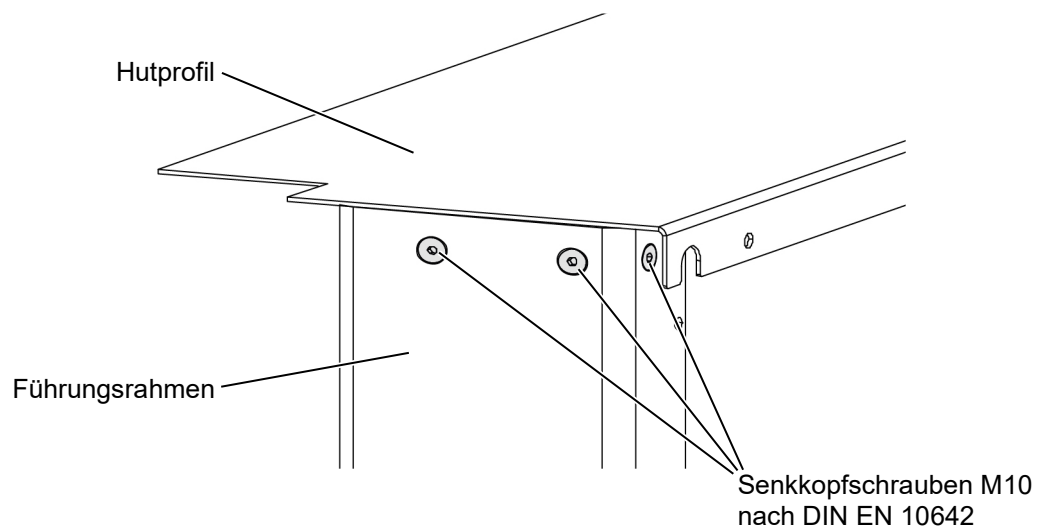
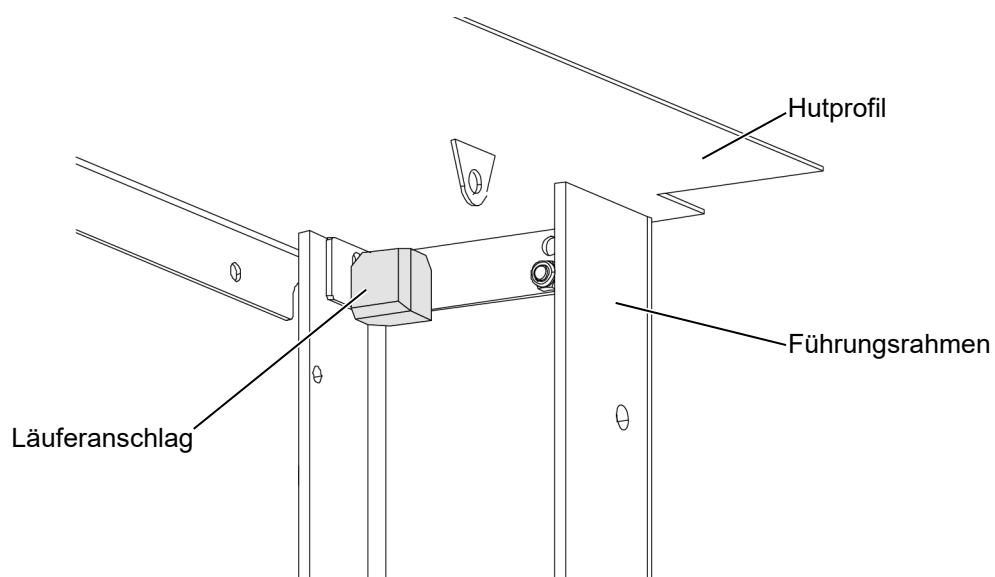

Abbildung 7: Senkkopfschrauben
Abbildung 8: Läuferanschlag
- Schrauben Sie rechts und links das Hutprofil und die Läuferanschlüge mit den mitgelieferten Senkkopfschrauben M10 fest (siehe Abbildung 7 und Abbildung 8, Seite 18). Anzugsdrehmoment: 45 Nm.